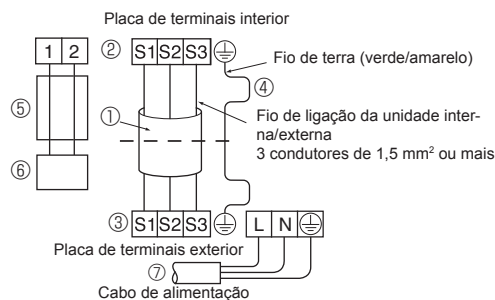

Fig. 7-4
- Faça as ligações tal como demonstrado no diagrama, na parte inferior esquerda. (Obtenha o cabo a nível local.) (Fig. 7-4)